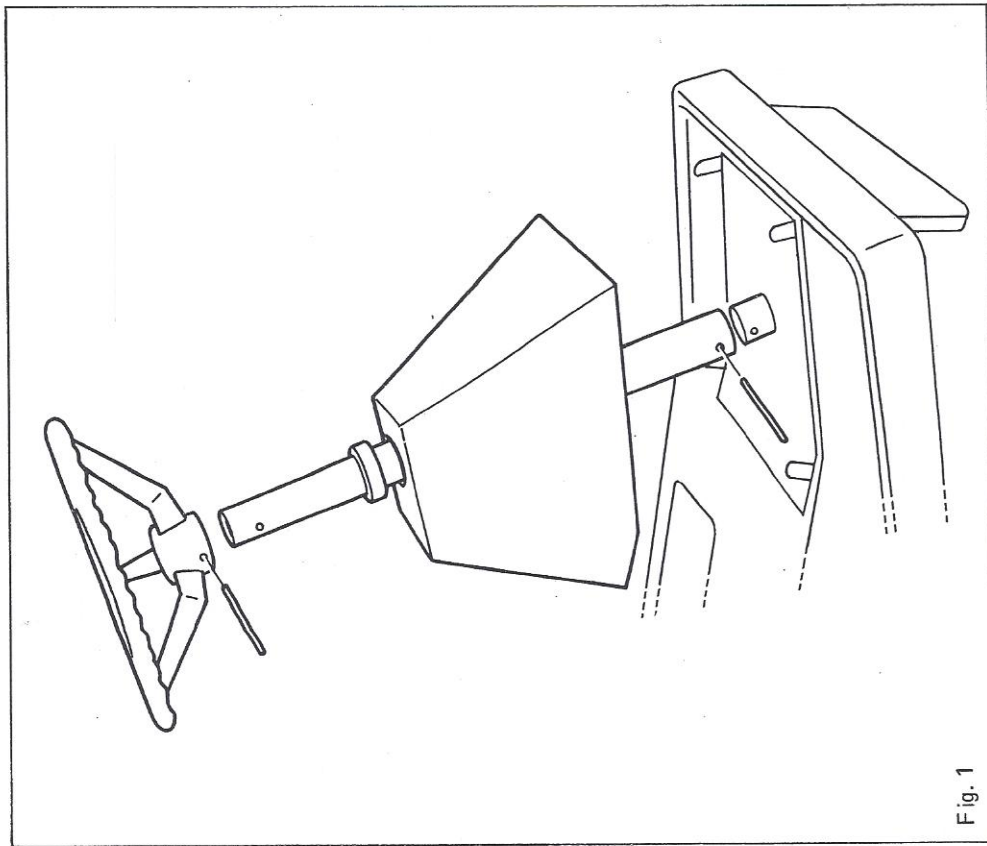

Fig. 1
- Mettez en place l'axe du volant après l'avoir fixé avec une des goupilles. Enfillez sur l'axe le carter plastique avec sa collerette de positionnement, placez le volant, fixez le tout avec la seconde goupille (Fig. 1).